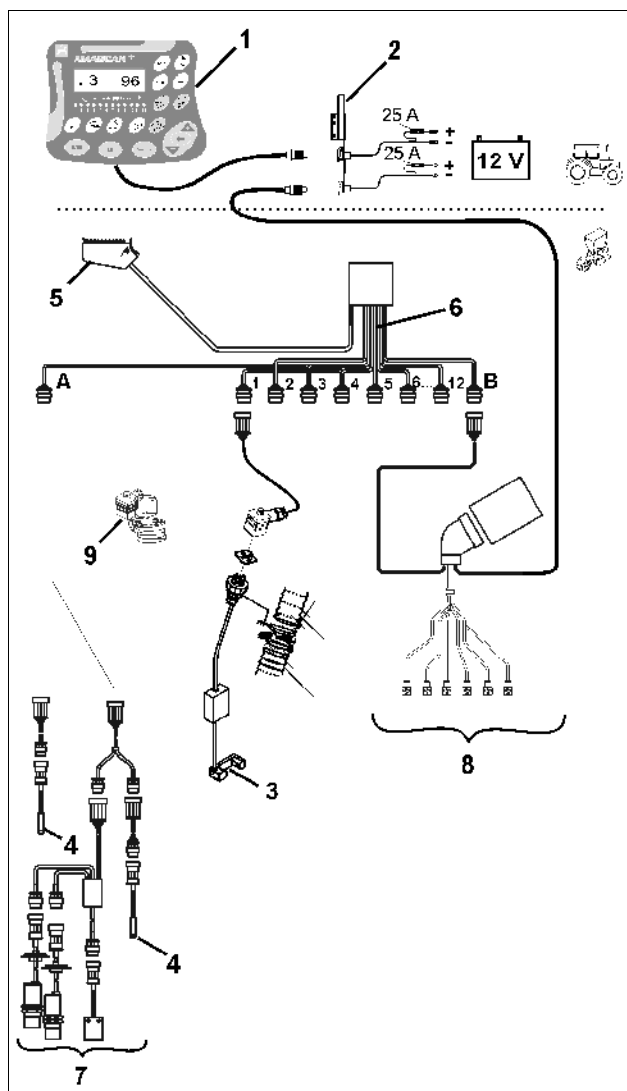

Fig. 2
**AMASCAN+** (Fig. 2/...) består af: